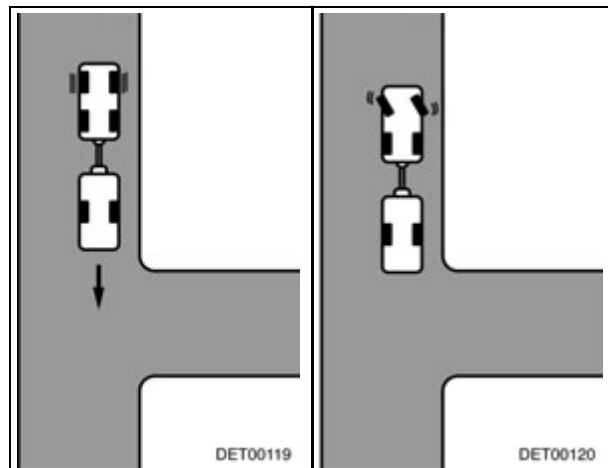

Fig. 12 Recorrido Fig. 13 Girar el volante hacia la izquierda
- Acercarse a la entrada hasta que la parte trasera de la caravana esté a su altura (Fig. 12)